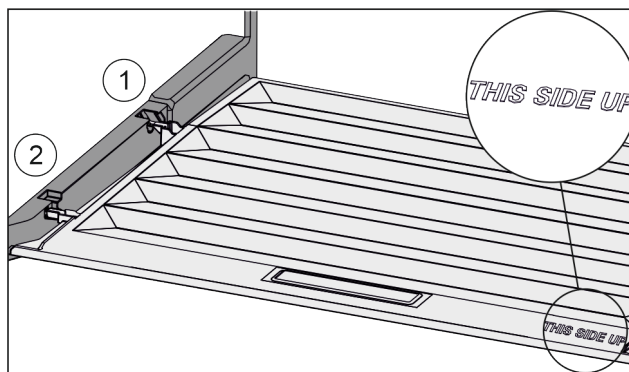

Fig. 129
- ▶ Výstupky veka zavedte cez otvor zadného držiaka Fig. 129 (1) a zaistite vpredu v držiaku Fig. 129 (2).